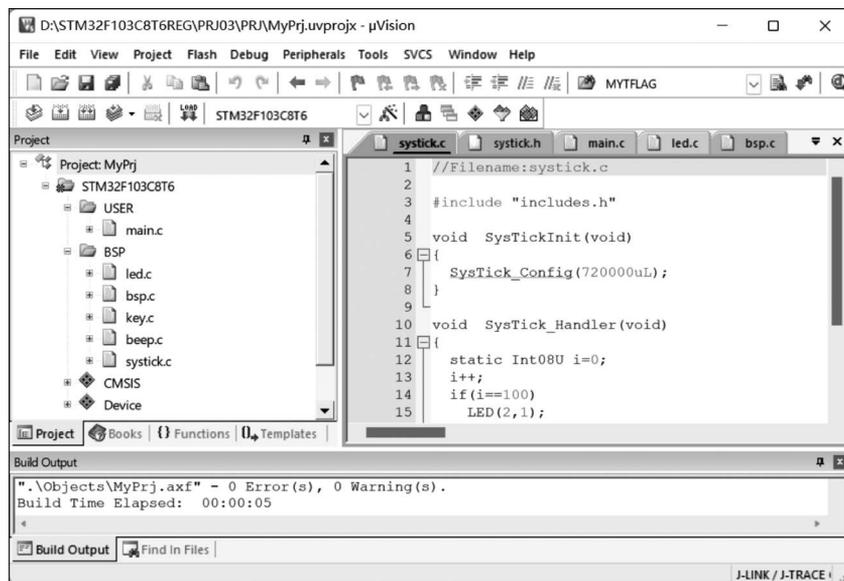

图 5-2 工程 PRJ03 工作窗口
(4) 将 systick.c 文件添加到工程管理器的 BSP 分组下,建设好的工程 PRJ03 如图 5-2 所示。